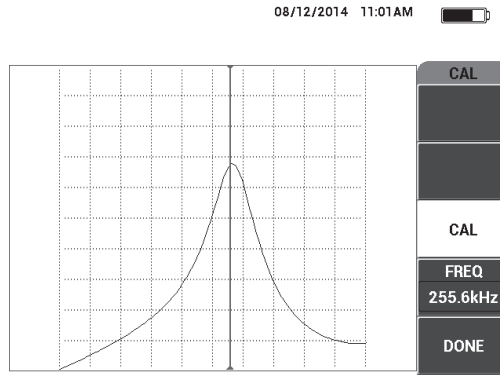

Figura 6-39 La schermata CAL
6. Premere **COMPLETATO** (tasto E) [vedere Figura 6-39 a pagina 165].